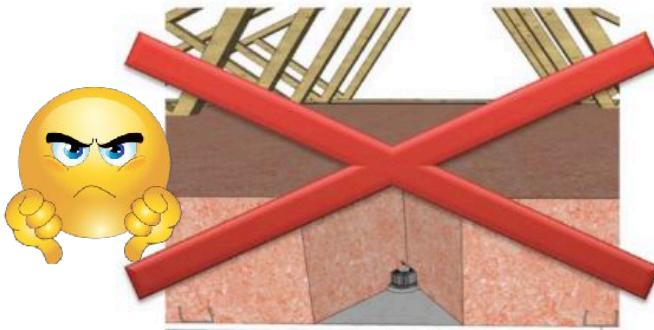

Figure 2 – Spot non protégé au contact de l'isolant interdit
- Traitement des éléments dégageant de la chaleur (cf. figures 2, 3, 4) ;